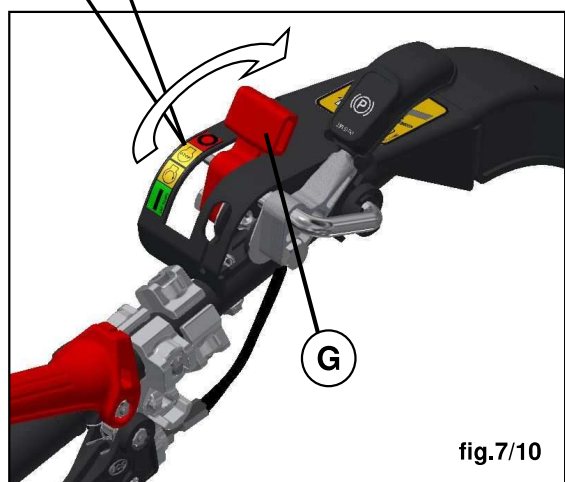

fig.7/10
- **Déplacer** le levier de déverrouillage **A** fig. 7/5 en position de marche
- **Actionner** lentement le levier rouge **T** (fig.7/2) et vérifier que la machine réponde aux commandes
- **Au moyen** de l'embrayage, introduire la PDF avec l'axe de commande **B** (fig.7/6) et contrôler que l'équipement appliqué tourne régulièrement
- **Après le contrôle**, éteindre le moteur en portant le levier arrêt (**G** fig.7/10) en position (0)
- **Tirar** (flecha 1) de la palanca embrague **F** (fig.7/8)
- **Bajar** (flecha 2) la palanca PowerSafe® roja **P** (fig.7/8)
- **Mueva** la palanca de desbloqueo **A** fig. 7/5 en posición de correr
- **Accionar** lentamente la palanca roja **T** (fig.7/2) y comprobar que la máquina responde a los mandos
- **Con el embrague**, acoplar la TDF con la varilla de mando **B** (fig.7/6) y controlar que el equipo aplicado gire con normalidad
- **Tras el control**, apagar el motor poniendo la palanca stop (**G** fig.7/10) en la posición (0)
- **Den Kupplungshebel F** ziehen (Pfeil 1) (Abb.7/8)
- **Den roten PowerSafe® Hebel P** (Pfeil 2) absenken (Abb.7/8)
- **Bewegen** Sie den Entriegelungshebel **A** Abb. 7/5 in Laufposition
- **Den roten Hebel T** (Abb.7/2) langsam bewegen und sicherstellen, dass das Gerät auf die Steuerungen reagiert
- **Mit der Kupplung** die Zapfwelle mit dem Schalthebel **B** (Abb.7/6) einlegen und prüfen, dass das angebrachte Anbaugerät ordnungsgemäß läuft